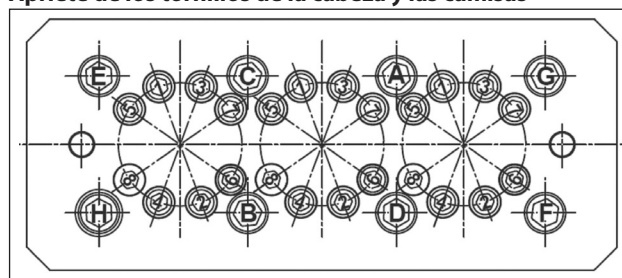

Fig. 51
- ** Los tornillos de fijación del cabezal deben ser ajustados respetando las secuencias y el orden indicado en el esquema de la Fig. 51.
- *** Los tornillos de fijación de las camisas deben ser ajustados respetando las secuencias y el orden indicado en el esquema de la Fig. 51.